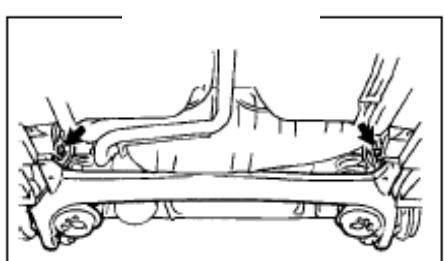

Рис. 206
- 8. Опустите балку заднего моста,открутив два болта**(рис. 206)